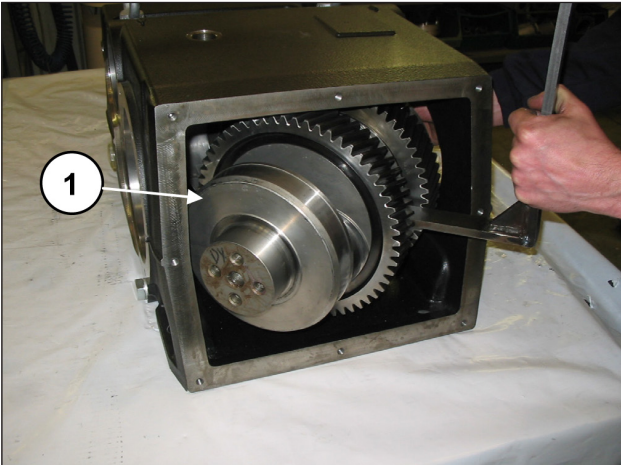

Abb. 40
Entnehmen Sie die Kurbelwelle von der Rückseite des Gehäuses (Pos. ①, Abb. 40).